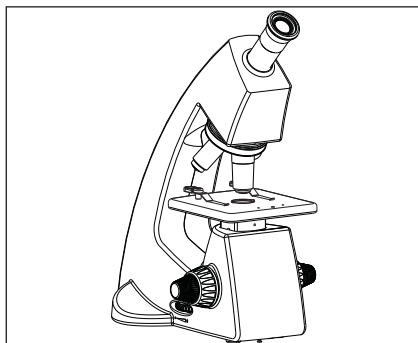

Fig. 1
2. Per evitare i potenziali pericoli e shock ustioni quando si sostituisce una lampadina alogena o LED, ruotare la microscopio principale su OFF posizione e scollegare il cavo di alimentazione dal muro in anticipo. Ogni volta che si sostituisce a bulbo durante l'uso o immediatamente dopo l'uso, presa di corrente e permettere lampada a bulbo per raffreddare prima di toccare (fig.1).